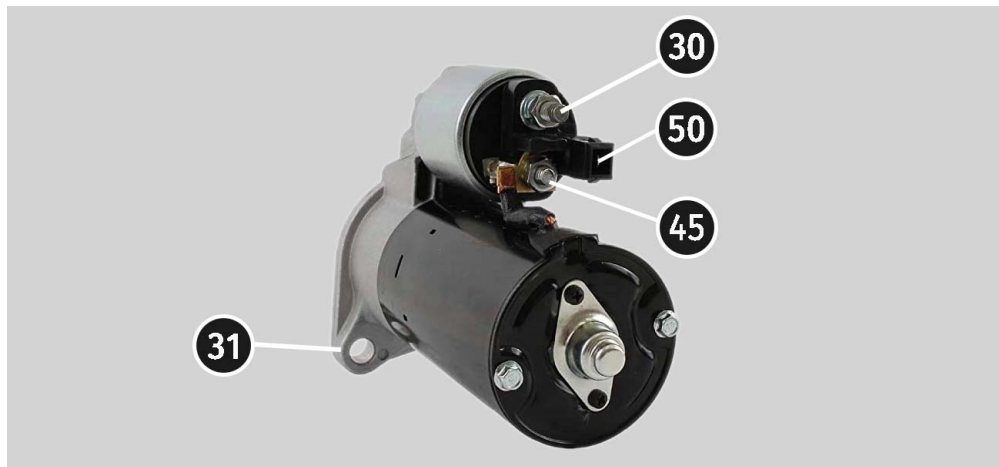

Рисунок 17. Расположение клемм на стартере
3. Разъем стенда «50» кабелем подключите к управляющему выводу соленоида стартера клемма 50, см. рис. 17.
4. Разъемы стенда K30 и K45 подключите к соответствующим клеммам стартера см. рис. 17.